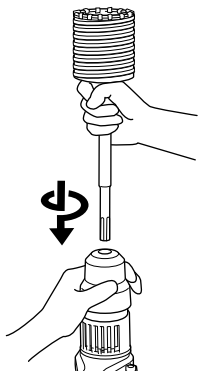

Fig. 31
- (2) Monter la queue de couronne sur le marteau rotatif à percussion. (Fig. 31)